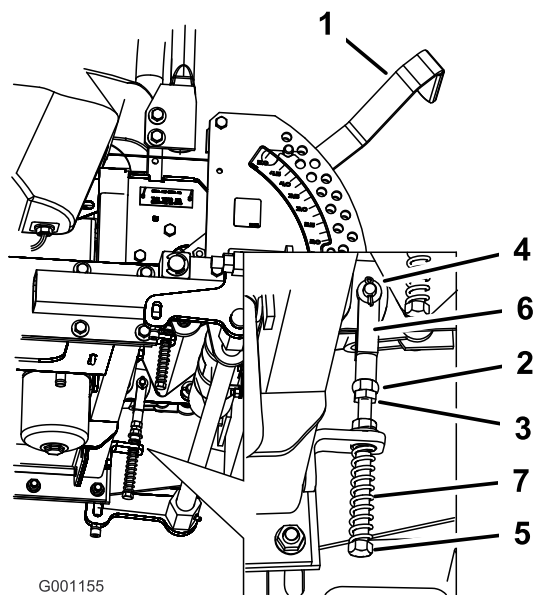

Figure 68
8. Si un réglage s'impose, desserrez l'écrou et l'écrou de blocage vissés contre la chape (Figure 68).
9. Appliquez une légère pression à l'arrière du levier, et tournez la tête du boulon de réglage dans le sens voulu pour centrer le levier à la position de verrouillage du point mort (Figure 68).
10. Serrez l'écrou et l'écrou de blocage (Figure 68).